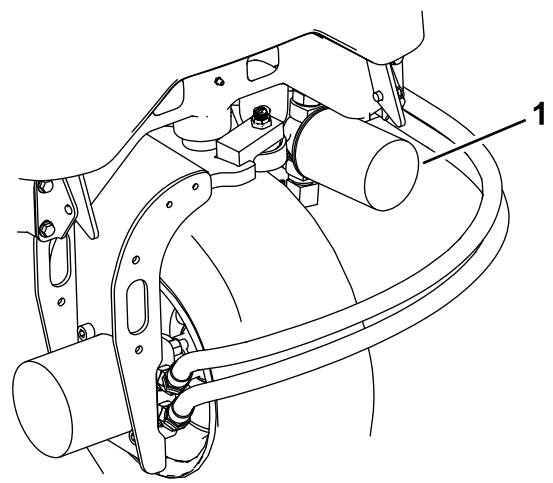

**Figura 61**
2. Limpie la zona alrededor del cuello de llenado y el tapón del depósito hidráulico (Figura 61).
3. Retire el tapón del depósito hidráulico (Figura 61).